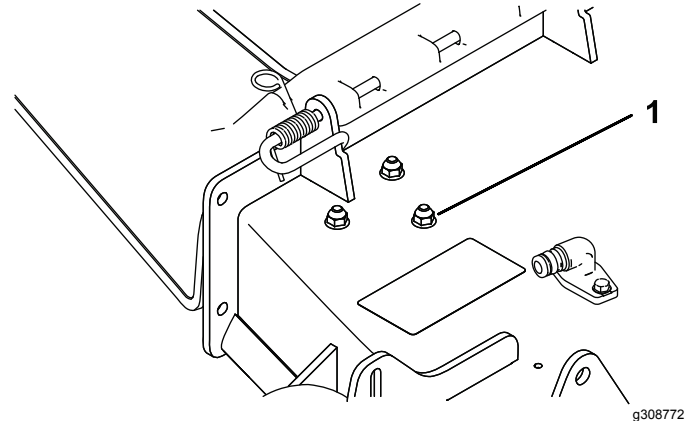

Figura 4
1. Retire los pernos y las tuercas del lugar indicado en Figura 4.